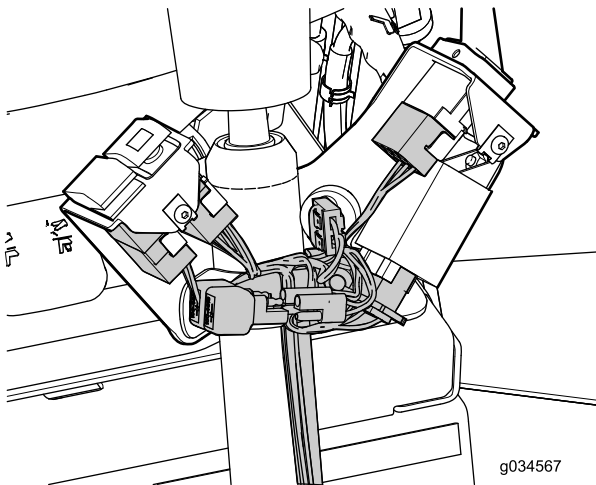

Bild 21
9. Stecken Sie die Anschlüsse in die Anschlüsse des Blinkermoduls, der Hupe, des Blinker- und Warnblinkanlagenschalters (**Bild 21**).